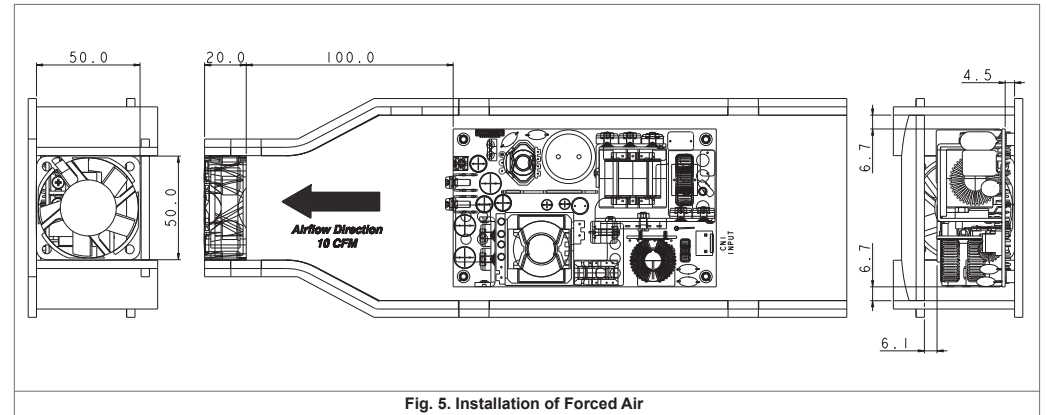

Fig. 5. Installation of Forced Air
6. 安装强制通风 (参见图5)
- ▶ 电源运行时应始终留出空间以确保充足通风, 通风方向参照图5建议。